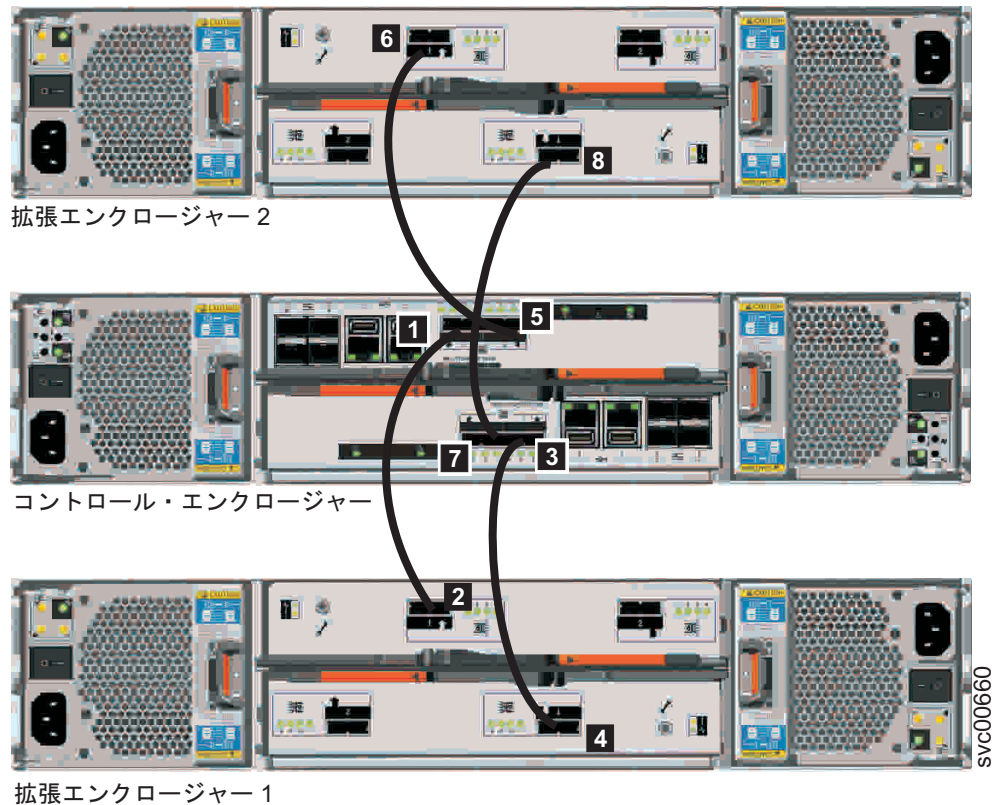

図 31. 2 番目の拡張エンクロージャの追加
3. コントロール・エンクロージャーの SAS ケーブルを 2 番目の拡張エンクロージャーに接続します (29 ページの図 31 を参照)。2 番目の拡張エンクロージャーはコントロール・エンクロージャーの上にあります。